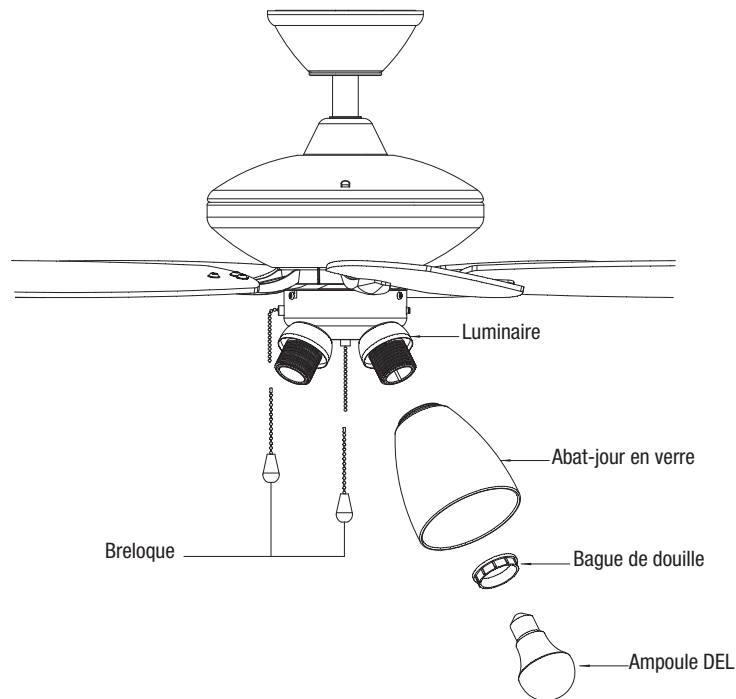

Fig. 16
Étape 4. Fixez les breloques sur les rallonges de chaîne (tirette) (Fig. 16).